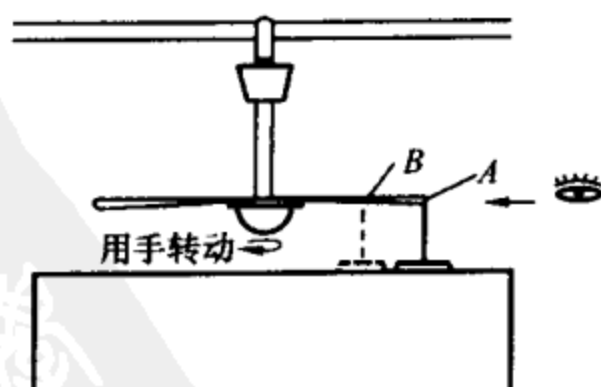

图2-10 对应桌面校正
(2) 吊扇扇叶校正较困难，可分两步进行：①先将吊扇三扇
叶拆下来叠起来，比较出变形扇叶，然后用木锤或脚踩手拧使变形扇叶大致复原；②将经处理复原三片扇叶安装在吊扇上（吊扇要从天花板上拆下来），然后悬挂在平整的地面或桌面上方，按图 2-10 所示方法校正 A 点和 B 点。经反复进行两步骤，一般可使三叶片调整到一致位置。